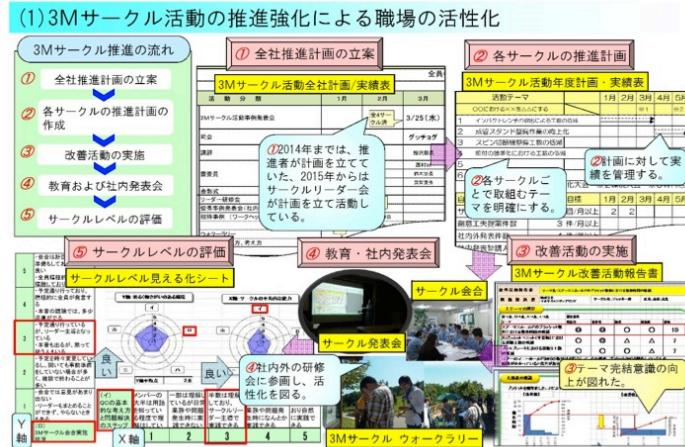

図6. 3Mサークル推進の流れ
- 1) サークル活動においては、マルヤス・セキソーグループの「リーダー研修会」に参画し、サークルリーダーのレベル向上を図ったことで、「3Mサークル [5] 活動年度推進計画・実績書」を作成することにより、重点活動を明確化し、目標に向けて改善活動を推進することで、社員のテーマ完結意識の向上、サークル活動へのやりがいの向上につなげた。3Mサークル推進の流れを図6に示す。